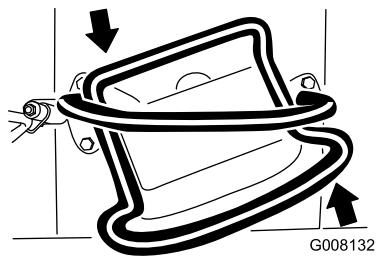

Figura 11
- Per girare a sinistra, ruotate il controllo della trazione in senso antiorario (Figura 11).